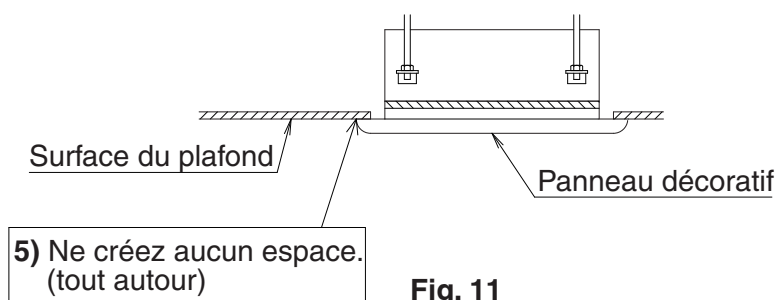

Fig. 11
- 5) Serrez les 4 vis pour fixer fermement le panneau décoratif de manière à ce qu'il n'y ait aucun espace entre le panneau décoratif et le plafond. (**Reportez-vous à la Fig. 11**)